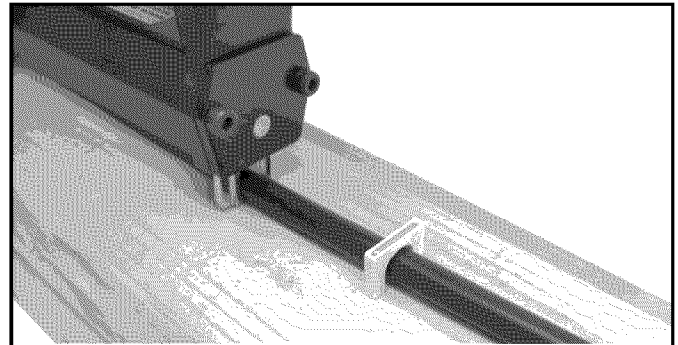

Figura 8 – Operación de Grapado Finalizada
- La Figura 8 muestra la grapa sujetada al cable. Repita de ser necesario.